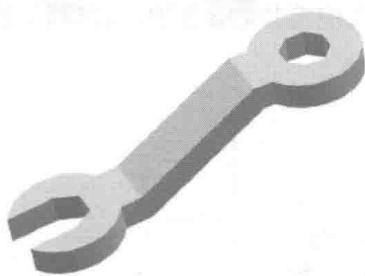
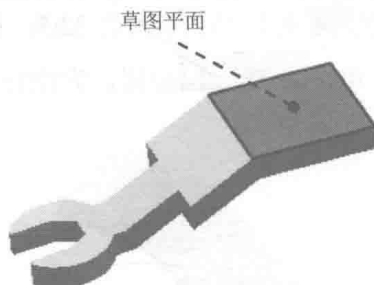
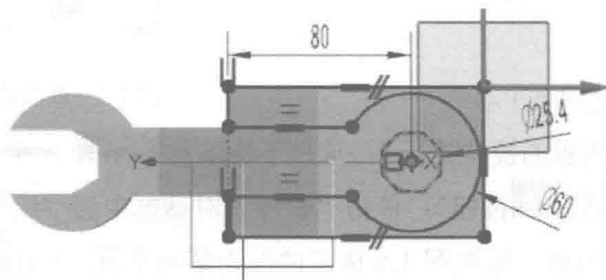

图 1.7 拉伸特征 3
图 1.8 草图平面
图 1.9 截面草图
Step4. 创建图 1.7 所示的拉伸特征 3。选择下拉菜单**插入(I) → 设计特征(F) → 拉伸(E)...**命令（或单击**拉伸**按钮）；单击“拉伸”对话框中的“绘制截面”按钮，系统弹出“创建草图”对话框，选取图 1.8 所示的面为草图平面，单击**确定**按钮，绘制图 1.9 所示的截面草图，退出草图环境；在“拉伸”对话框**限制**区域的**开始**下拉列表中选择**贯通**选项；在**限制**区域的**结束**下拉列表中选择**贯通**选项，在**布尔**区域的**布尔**下拉列表中选择**减去**选项，其他参数采用系统默认设置；单击**< 确定 >**按钮，完成拉伸特征 3 的创建。